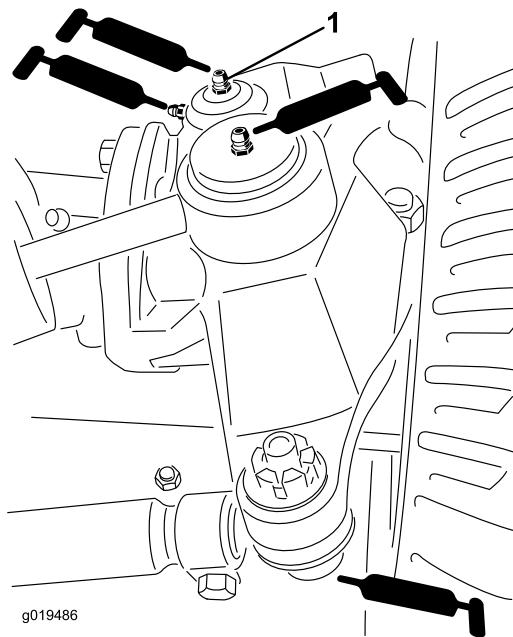

図 45
- 後アクスルのタイロッド2本 図 45
- ステアリングシリンダのボールジョイント2ヶ所 図 45
- キングpinのブッシュ2ヶ所 図 45。但しキングpin上部は1年に1回のみポンプ2回押しのみとする。